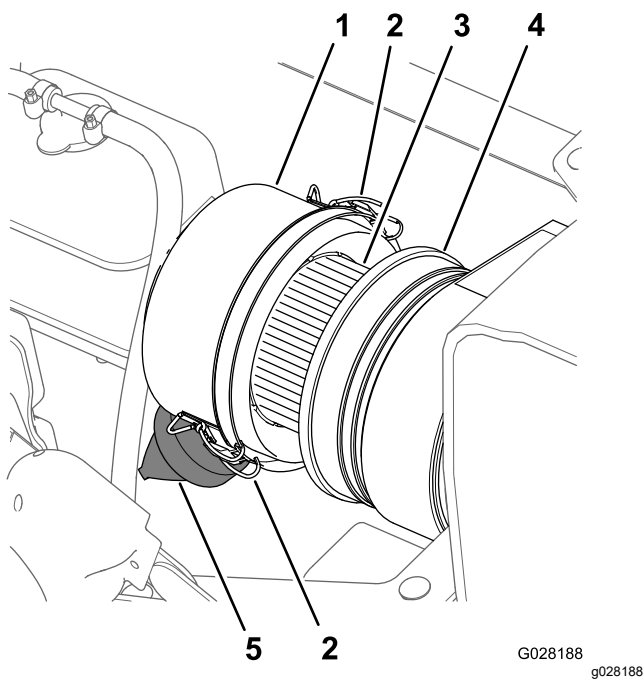
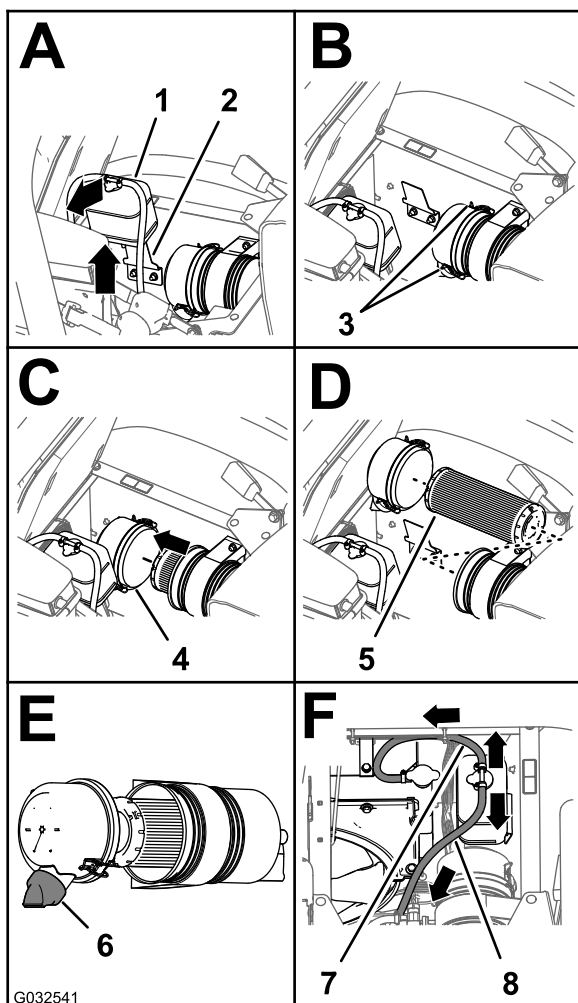

Figura 73
Figura 74
3. Limpie el tapón guardapolvo y el cuerpo del limpiador de aire (Figura 73).
5. Apriete la válvula de polvo para limpiarla de suciedad, polvo y residuos (Figura 73).
7. Compruebe si el elemento del filtro de aire tiene una acumulación excesiva de suciedad, polvo y residuos (Figura 73).
8. Instale el tapón guardapolvo en el cuerpo del limpiador de aire, y sujete el tapón con los 2 enganches (Figura 73).
2. Limpie el tapón guardapolvo y el cuerpo del limpiador de aire (Figura 73).
3. Levante el depósito de expansión del refrigerante y retírelo del soporte del depósito (Figura 74).
4. Inspeccione la carcasa del limpiador de aire en busca de daños que pudieran causar una fuga de aire (Figura 73).
4. Abra los dos enganches que sujetan el tapón guardapolvo a la carcasa del limpiador de aire (Figura 74).
6. Limpie el interior del tapón guardapolvo, la carcasa del limpiador de aire y la válvula de polvo con un trapo húmedo (Figura 73 y Figura 74).
7. Instale el elemento del filtro de aire en la carcasa del limpiador de aire (Figura 74).
8. Instale la tapa sobre el cuerpo del limpiador de aire y sujétela con los 2 enganches (Figura 74).
Nota: Asegúrese de que la válvula de polvo está alineada a una posición entre las 5 y las 7, vista desde el extremo (Figura 74).
9. Alinee el depósito de expansión del refrigerante con el soporte del depósito y coloque el depósito firmemente (Figura 74).
Importante: Asegúrese de que la manguera de alivio de presión está enrutada hacia delante y hacia abajo, y que la manguera de ventilación está enrutada hacia atrás, como se muestra en la Figura 74.